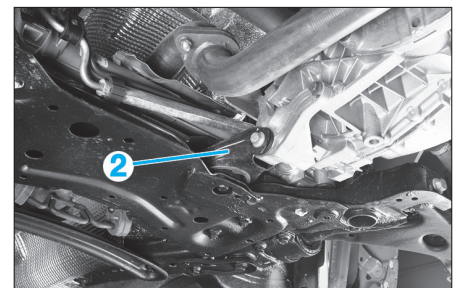

FIG. 11
- l'écrou de la rotule de direction (13).
- l'écrou de la rotule inférieure de la barre stabilisatrice (10).
- l'écrou de la rotule inférieure de triangle (4).
- la biellette anticouple (2) (Fig.11).
- l'écrou de la rotule inférieure de la barre stabilisatrice (10)
- l'écrou de la rotule inférieure de triangle (4)
- la biellette anticouple (2) (Fig.11)